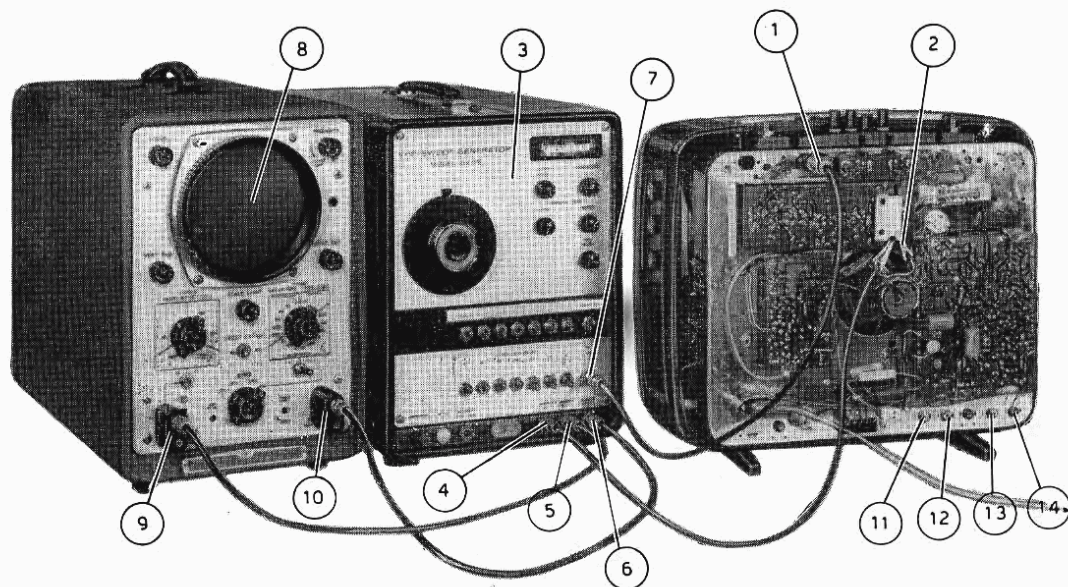

Fig. 5 - Disposizione degli strumenti per il controllo della copertura dei canali VHF.
Si effettua agendo sul potenziometro R 736 facendo in modo di agganciare il quadro mentre questo ruota lentamente dal basso verso l'alto e per il migliore interlacciato (fig. 5).
- a) Determinare la posizione centrale del potenziometro R 734 (comando accessibile a televisore chiuso) che costituirà la regolazione fine della frequenza orizzontale (fig. 5).